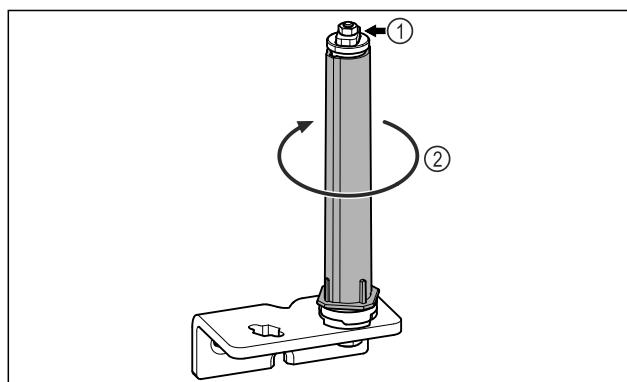

Fig. 28
- Nu dezasamblați sistemul de închidere al ușii Fig. 28 (1).
- Rotiți Fig. 28 (2) sistemul de închidere, până când face clic.